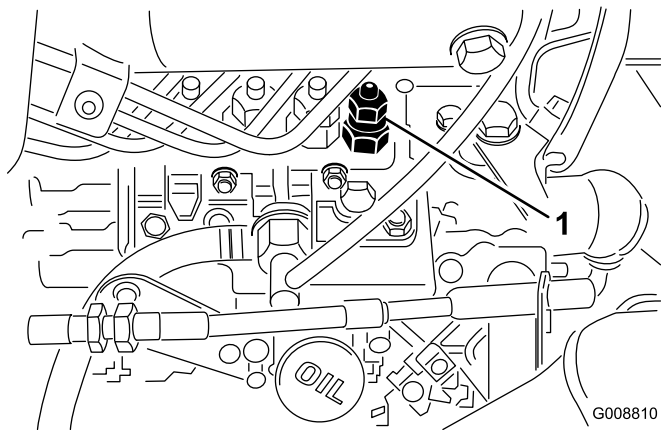

Figura 55
1. Desaperte a tubagem ligada ao bico do injector número 1 e à estrutura de suporte da bomba de injeção (Figura 55).